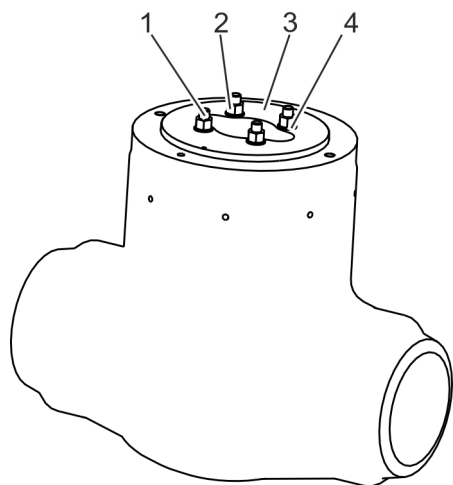

Fig. 6: Volver a apretar las tuercas
- 5.** ➤ Vuelva a apretar las tuercas de fijación (Fig. 6/2) a mano.